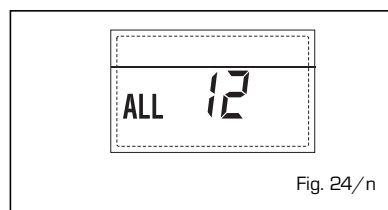

Fig. 24/n
- **INTERVENTO TERMOSTATO SICUREZZA PRIMA ZONA MISCELATA "ALL 20"** (fig. 24/p)